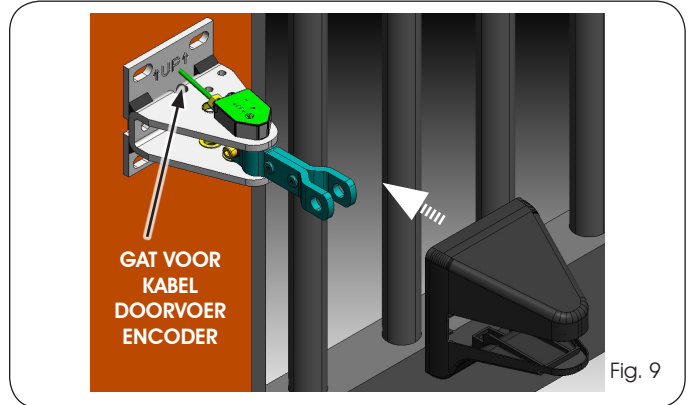

Fig. 9
4. Monteer de afscherming op de achterbeugel door een lichte druk uit te oefenen. (Fig. 9).